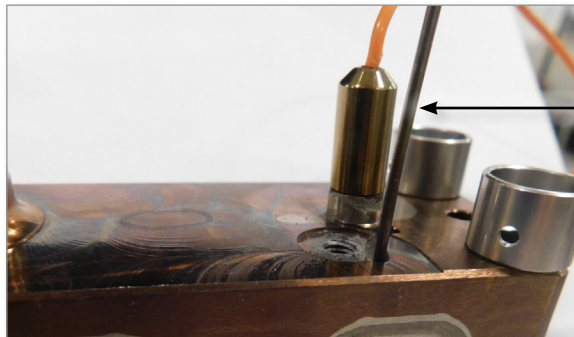

Figura 19-12 Inserción de la punta del termopar
- Inserte la punta del termopar en el orificio del termopar. Consulte la Figura 19-12.